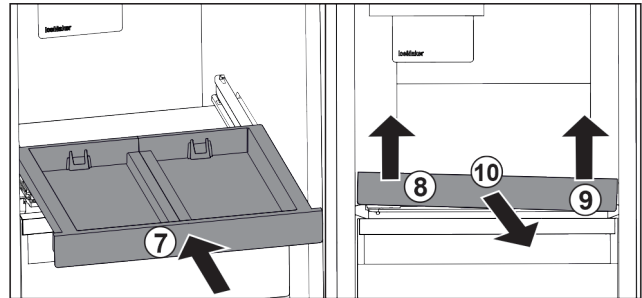

Fig. 102
- ▶ Вставьте выдвижную панель Fig. 102 (7)
- ▶ Приподнимите выдвижную панель спереди слева. Fig. 102 (8)
- ▶ Приподнимите выдвижную панель спереди справа. Fig. 102 (9)
- ▶ Извлеките выдвижную панель движением вперед. Fig. 102 (10)